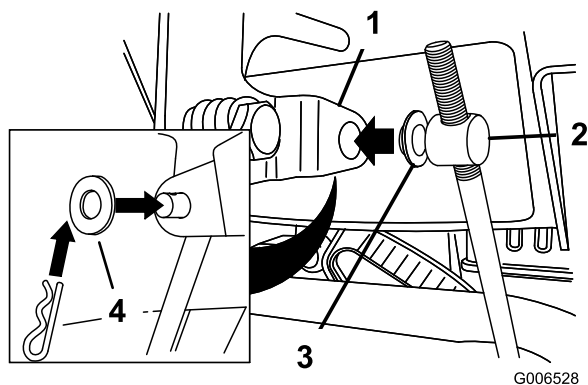

Figure 12
3. Retirez la goupille fendue et la rondelle extérieure du tourillon à l'extrémité supérieure de la tige de commande de vitesse (Figure 12).
Remarque: Pour faciliter l'installation, laissez la rondelle plate sur le tourillon (Figure 12).
6. Soulevez la tige de commande de vitesses et insérez le tourillon dans le trou du levier sélecteur de vitesses (Figure 12).
- B. Détachez le tourillon du levier sélecteur de vitesses (Figure 12).
- C. Tournez le tourillon vers le bas (sens horaire) sur la tige de commande de vitesse (Figure 12).
- D. Accouplez le tourillon au levier sélecteur de vitesses (Figure 12).
- C. Tournez le tourillon vers le haut (sens antihoraire) sur la tige de commande de vitesse (Figure 12).